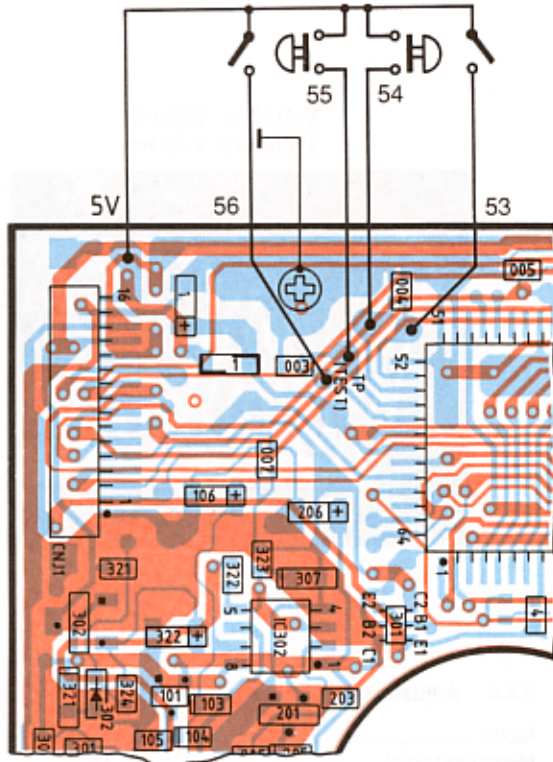

Fig. 1
2. Zur Überprüfung der Platinen positionieren Sie das Gerät wie in Fig. 1.
2. For checking the PC-boards, position the unit as shown in figure 1.